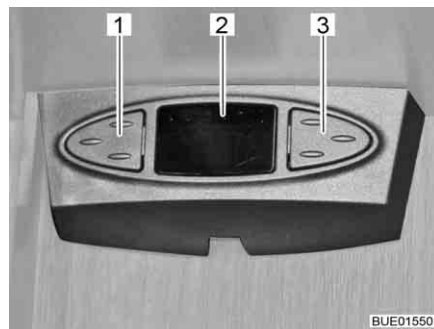

Bild 56 Satellitmus
Beroende på modell är satellitanläggningen försedd med en satellitmus. Satellitmusens indikatorer (Bild 56,2) visar den inställda kanalen. Via de båda knapparna kan satellitanläggningens grundläggande funktioner styras (sändarbyte, sätta igång/stänga av).
- Välja föregående sändare från sändarlistan: Tryck ner vänster knapp (Bild 56,1).
- Välja nästa sändare från sändarlistan: Tryck ner höger knapp (Bild 56,3).
- Växla mellan radio och tv: Tryck samtidigt kort på knapparna (Bild 56,1 och Bild 56,3).
- Till- och fränkoppling av mottagare: Tryck samtidigt kort på knapparna (Bild 56,1 och Bild 56,3) och håll ner dem.